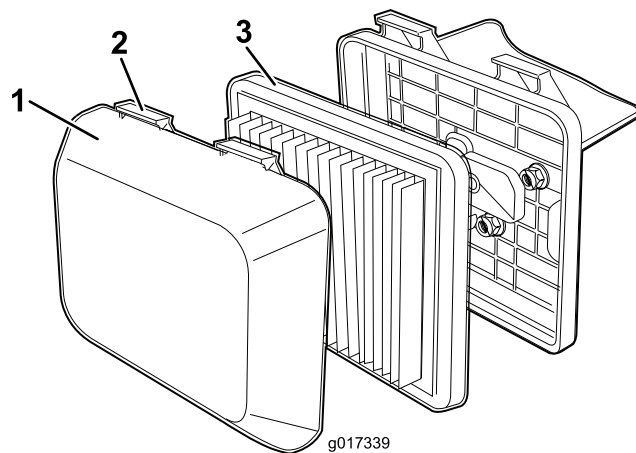

图19
1. 向下按空气滤清器盖子顶部的闩锁扣（图19）。
3. 拆下过滤器（图19）。